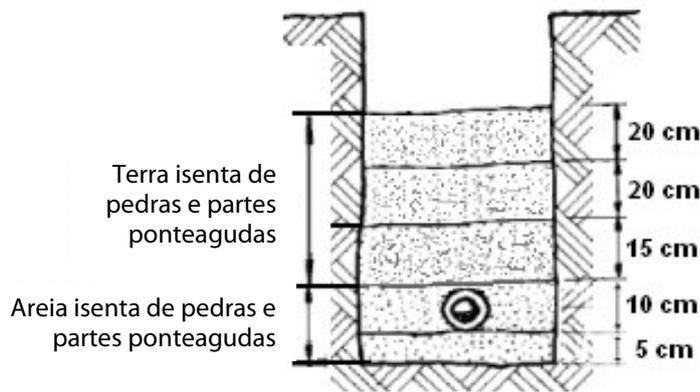

Figura 14 (FONTE: Adaptado de NTS 164/2002)
Passo 6 – Assente o tubo na vala, sobre uma base de 15 cm de areia isenta de pedras ou material pontegudo (ver Figura 14).